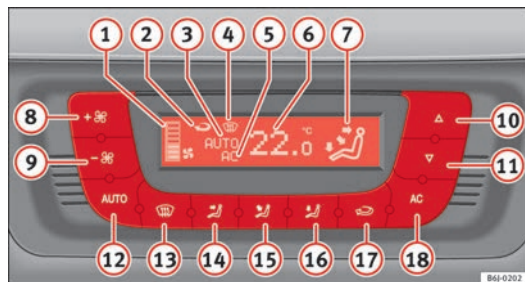

Fig. 95 Sur la planche de bord : éléments de commande du Climatronic
- Appuyez sur les touches (10) et (11) ⇒ fig. 95 pour régler la température.
- (1) Indicateur de position du ventilateur.
- (2) Indicateur de la fonction de recyclage de l'air ambiant
- (3) Position **AUTO** (Fonctionnement automatique)
- (4) Position de désembuage
- (5) Position AC (Climatisation connectée)
- (6) Indicateur de la température intérieure sélectionnée
- (7) Indicateur de la direction du flux d'air
- (8) Augmentation de la vitesse du ventilateur
- (9) Diminution de la vitesse du ventilateur
- Appuyez sur la touche **AUTO**. L'afficheur indique ⇒ fig. 95 **7**.
- Appuyez sur les touches **10** et **11** ⇒ fig. 95 pour régler la température souhaitée dans l'habitacle. Nous vous recommandons une température de 22 °C (72 °F).
- Appuyez sur l'une des touches ⇒ fig. 95 **14** à **16** ou appuyez sur le régulateur du ventilateur **8** et **9**. L'indication **3** s'éteint.
Le ventilateur peut être réglé à l'aide des touches **8** et **9** ⇒ fig. 95. Lorsque le ventilateur est éteint (l'écran n'affiche aucune position **1**) et que vous continuez à appuyer sur la touche **9**, le Climatronic s'éteint. Dans un tel cas **OFF** apparaîtra à l'écran.
- Appuyez sur la touche  pour activer ou désactiver le mode recyclage de l'air ambiant. Il est connecté si le symbole  ⇒ **fig. 95** s'affiche à l'écran.